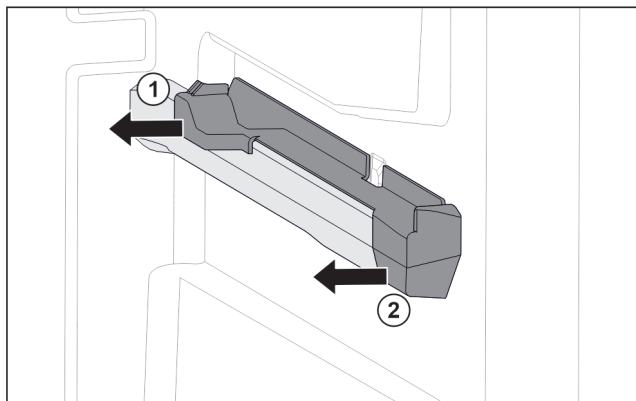

Fig. 146 Natični dio na desnom žlijebu spremnika
- ▶ Skinite natični dio straga u stranu. Fig. 146 (1)
- ▶ Skinite natični dio sprijeda u stranu. Fig. 146 (2)